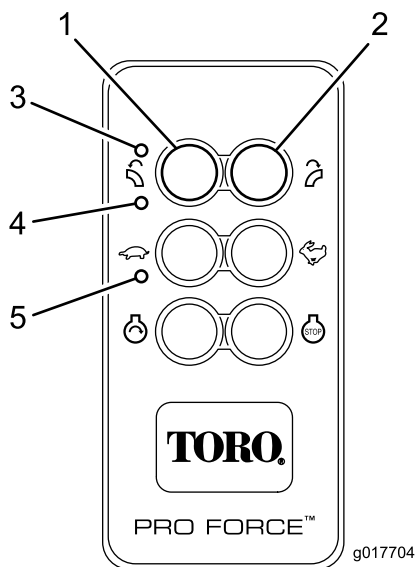

Figura 12
O comando à distância activa (liga) quando é pressionado qualquer botão. Os LEDs TX e RX a piscar indicam que o comando à distância está activo e a comunicar com a unidade base. Para conservar a energia da bateria, o comando à distância permanece activo durante cerca de três (3) segundos antes de automaticamente desligar excepto se existir actividade nos botões dentro desses três segundos. Quando a unidade atinge o tempo limite e desliga, toda a actividade dos LEDs do comando à distância pára (Figura 12). Pressionar qualquer botão vai reactivar o comando à distância